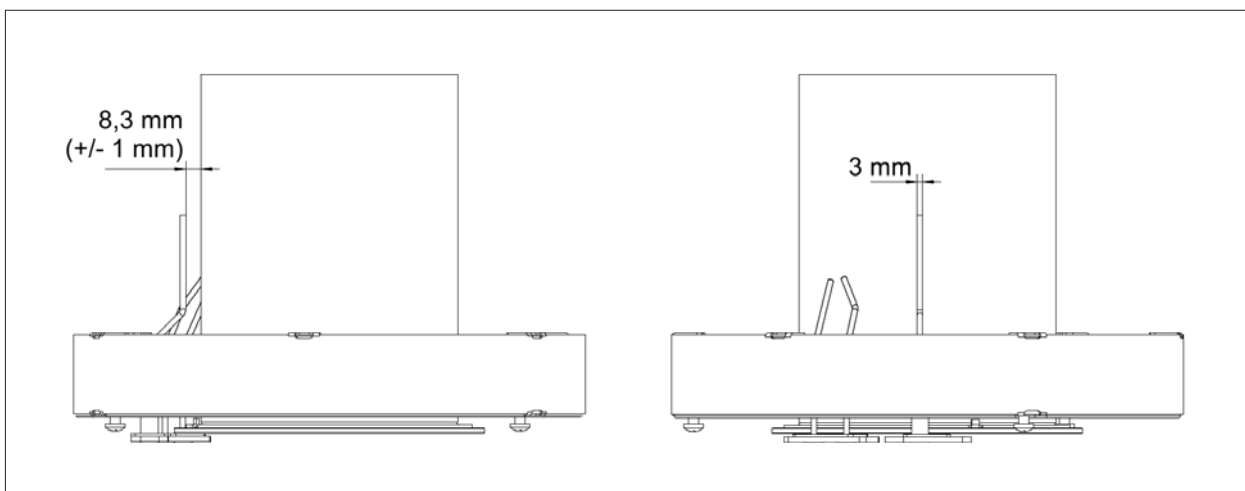

Abb. 6.4 Abstände Ionisationselektrode
- Abstände nach Abb. 6.4 prüfen.